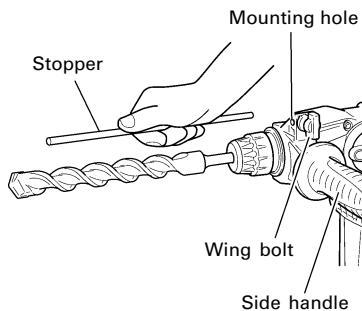

Fig. 14
7. Using the stopper (Fig. 14)